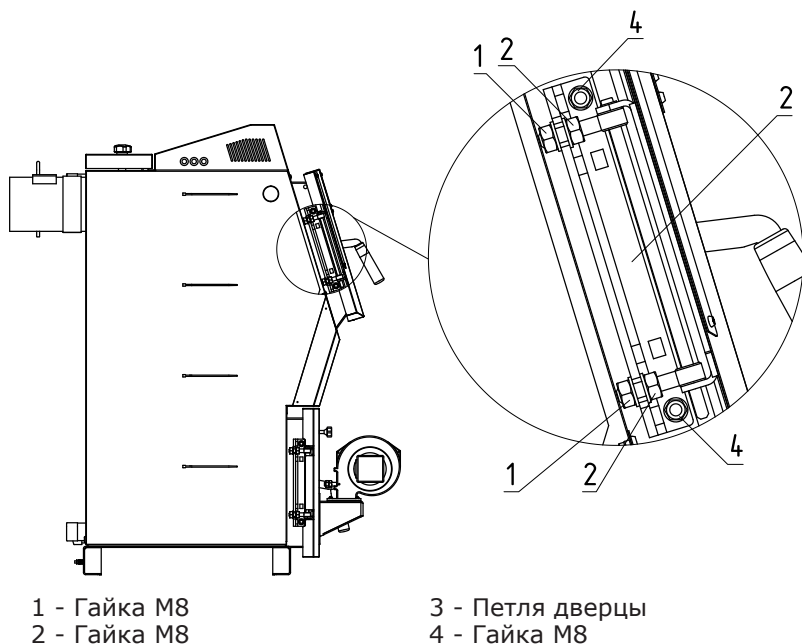

Рис.6 Регулировки петли дверцы загрузочной
- Ослабить гайки (Рис.6 поз.1);
- Вращая гайки (Рис.6 поз.2) установить необходимое прилегание к арке двери;
- После установки необходимого прилегания к арке двери, затянуть гайки (Рис.6 поз.1).
- После установки горизонтального положения двери или наклон относительно горизонта, затянуть гайки (Рис.6 поз.1).
- Ослабить гайки (Рис.6 поз.4);
- Установить нужную высоту двери перемещая петлю двери вверх или вниз (Рис.6 поз.3).
- После установки высоты двери, затянуть гайки (Рис.6 поз.4).